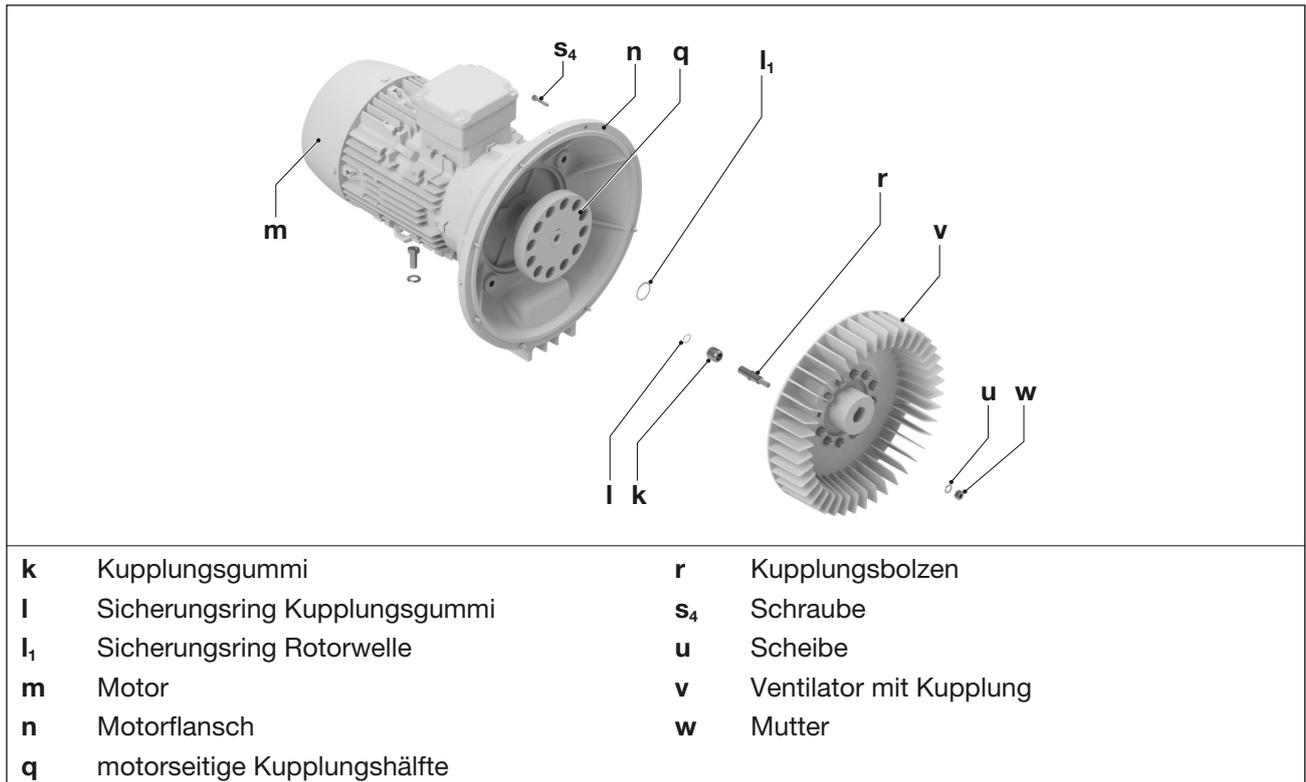

Abb. 11 Kupplung
Die Kupplungsgummis (Abb. 11/k) unterliegen einem Verschleiß und müssen regelmäßig (mindestens 1 x pro Jahr) überprüft werden. Verschlissene Kupplungsgummis machen sich durch ein schlagendes Geräusch beim Anlauf der Pumpe bemerkbar.
- c) Die Schrauben (Abb. 11/s₄) am Motorflansch (Abb. 11/n) lösen.
- d) Den Motor mit motorseitiger Kupplungshälfte (Abb. 11/q) vom Motorflansch (Abb. 11/n) axial abziehen und mittels Hebezeug aufhängen.
- e) Die Kupplungsgummis (Abb. 11/k) auf Beschädigung und Verschleiß prüfen. Beschädigte Kupplungsgummis austauschen.
Dazu erst die Sicherungsringe (Abb. 11/l₁) und danach die Kupplungsgummis (Abb. 11/k) vom Kupplungsbolzen (Abb. 11/r) abziehen. Den Distanzring (Abb. 11/p) nicht abnehmen.
Dazu den Sicherungsring (Abb. 11/l₁) abnehmen. Den Ventilator mit Kupplung (Abb. 11/v) von der Rotorwelle abziehen. Die Muttern (Abb. 11/w) mit Scheiben (Abb. 11/u) lösen. Die Kupplungsbolzen austauschen und wieder mit den Muttern und Scheiben am Ventilator befestigen.
- g) Ventilator mit Kupplung (Abb. 11/v) wieder auf die Rotorwelle aufschieben und mit dem Sicherungsring (Abb. 11/l₁) sichern.
- h) Die neuen Kupplungsgummis (Abb. 11/k) auf die Kupplungsbolzen (Abb. 11/r) aufschieben. Anschließend die Sicherungsringe (Abb. 11/l₁) anbringen.
- i) Den Motor mit motorseitige Kupplungshälfte wieder axial aufschieben und mit den Schrauben (Abb. 11/s₄) am Motorflansch (Abb. 11/n) befestigen. Anzugsmoment: 25 Nm